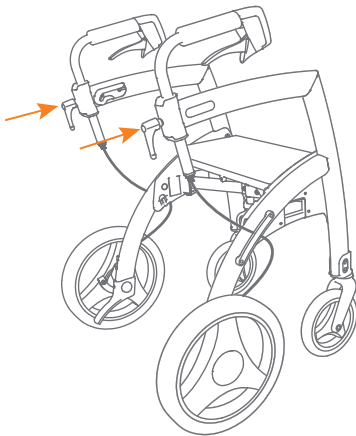

Figure 1 : Vissez les deux poignées de réglage avant utilisation.
- Vissez les deux poignées de réglage jusqu'à ce qu'elles ne puissent aller plus loin. Alors, les poignées sont verrouillées (**Figure 1 et 2**).